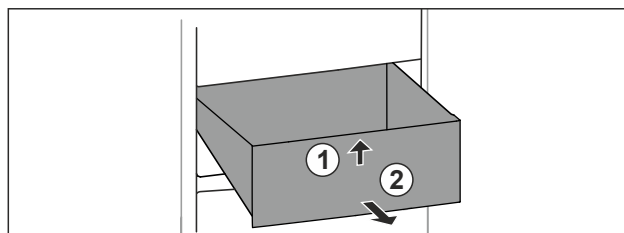

Fig. 115
- ▶ Sollevare il cassetto dal davanti. Fig. 115 (1)
- ▶ Rimuovere il cassetto tirandolo in avanti. Fig. 115 (2)